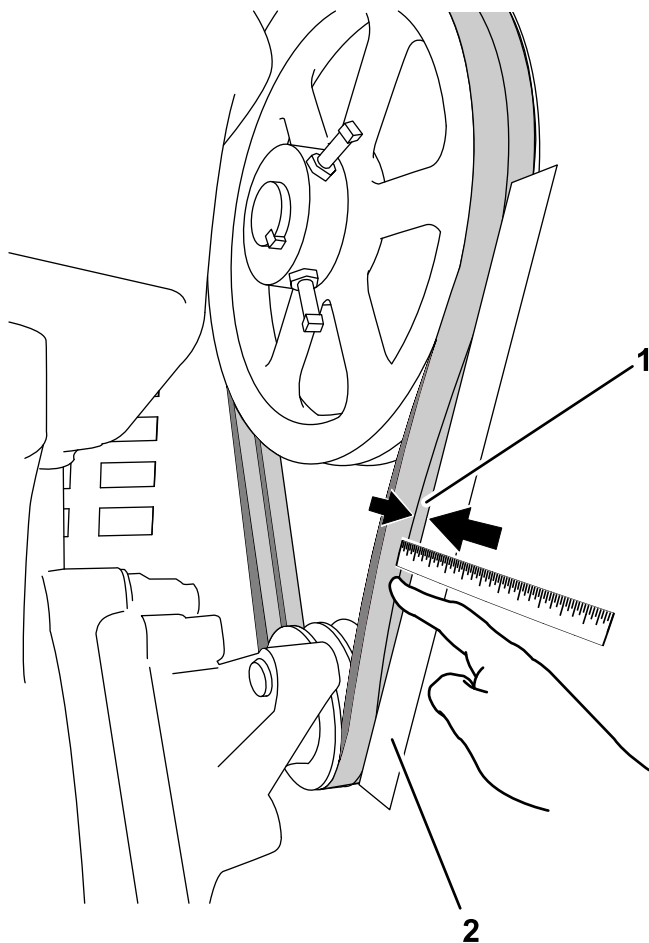

Figure 42
Les courroies d'entraînement doivent chacune présenter une flèche de 1 cm (13/32") lorsque vous exercez une pression de 6,8 kg (15 lb) au centre du brin (Figure 42).
2. Placez une règle droite le long d'une courroie d'entraînement, entre les deux poulies (Figure 42).
3. Avec le doigt, exercez une pression de 6,8 kg (15 lb) sur la courroie d'entraînement à mi-chemin entre les poulies (Figure 42).
4. Mesurez la distance entre la courroie et la règle. La distance obtenue doit être d'environ 1 cm (13/32"), comme montré à la Figure 42.